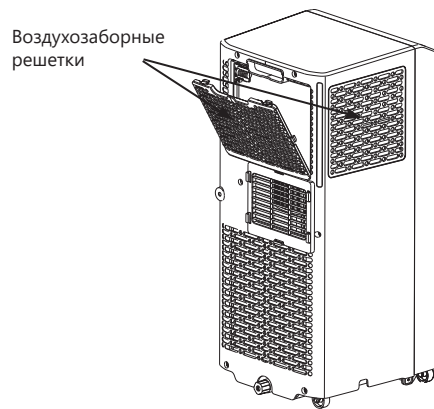

Рис. 25
1. Откройте крышку воздухозаборной решетки и извлеките фильтры согласно рис. 25.